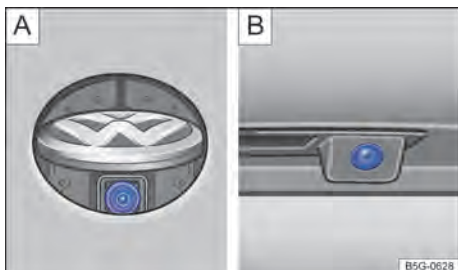

Fig. 246 Na traseira do veículo: câmera de marcha ré [A] no logo Volkswagen ou [B] na iluminação da placa de licença (representação esquemática).
Em veículos com câmera de marcha a ré no logo Volkswagen traseiro → Fig. 246 ❷: